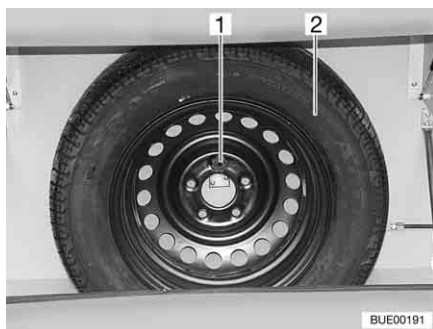

Bild 234 Reservhjulshållare
Reservhjulshållaren är monterad i gasboxen. Reservhjul erhålls (Bild 234,2) mot extrakostnad.
- Bulten (Bild 234,1) lossas.
- Reservhjulet (Bild 234,2) tas ut.